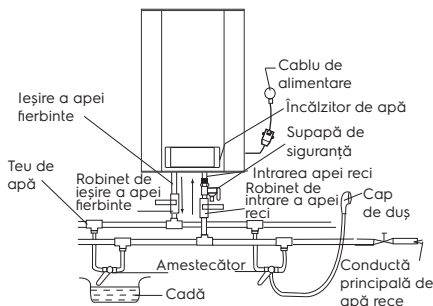

Fig. 7
4. Dacă este necesar să implementați un sistem de alimentare cu apă pentru mai multe puncte de apă, utilizați metoda de conectare (vezi fig. 7).